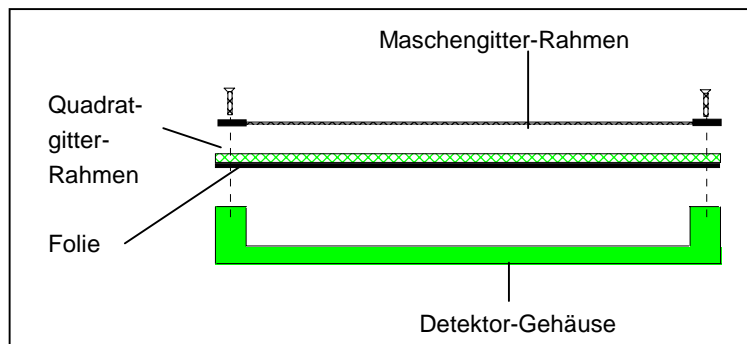

Bild 8-1: Aufbau des Zählrohrfensters
3. Nacheinander den äußeren Rahmen mit dem engen Maschengitter und dann den Quadratgitterrahmen mit der aufgeklebten Folie abheben (vgl. Bild 8-1). Gummidichtring nicht aus der Nut ziehen oder verletzen!
6. Quadratgitterrahmen mit Folienseite nach unten auflegen, Maschengitterrahmen auflegen, Schrauben nacheinander lose eindrehen und wechselseitig festziehen (vgl. Bild 8-1).